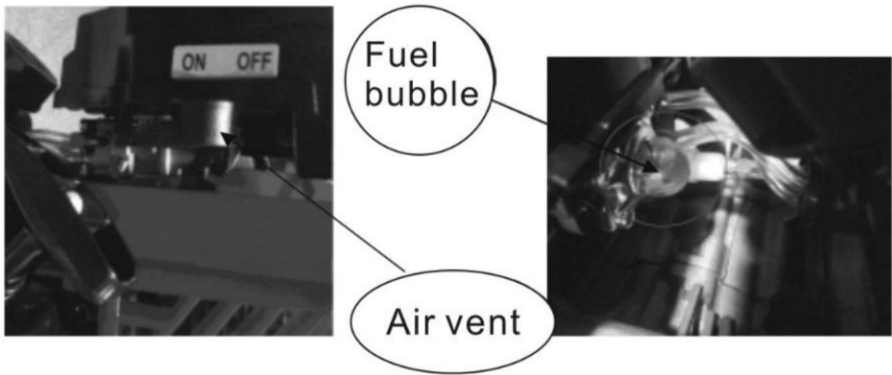

Fig 3
- 1.Bevor Sie die neue Maschine zum ersten Mal starten, drücken Sie den transparenten Kraftstoff Blase (siehe Abb. 3), um den Vergaser vollständig mit Kraftstoff zu füllen.